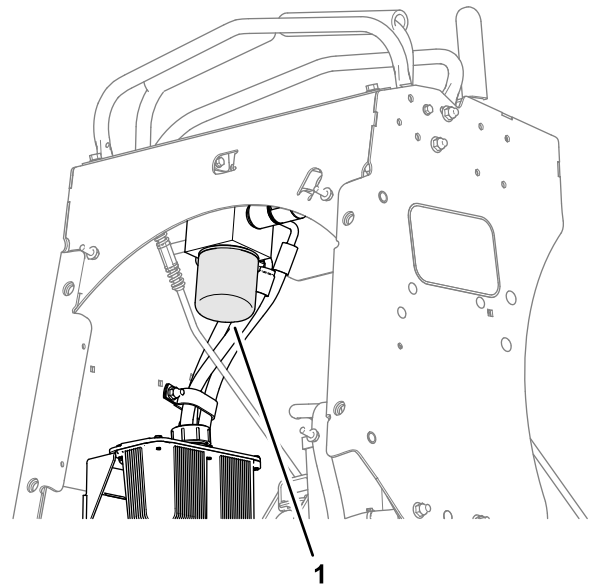

Figura 54
1. Desenrosque el filtro, retírelo y deje que se drene el aceite (Figura 54).
3. Gire el filtro en sentido horario hasta que la junta de goma entre en contacto con el adaptador del filtro, luego apriete el filtro entre 2/3 y 3/4 de vuelta más (Figura 54).